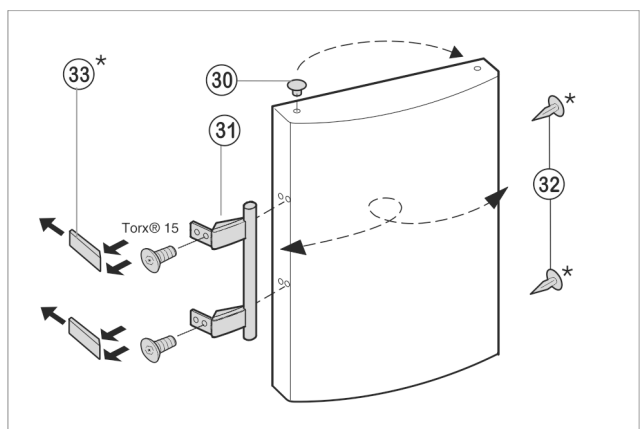

Fig. 10
- ▶ Витягніть пробки Fig. 10 (30) із втулок на дверцятах і переставте їх.
- ▶ Зніміть ручки дверцят Fig. 10 (31), пробки Fig. 10 (32) та пластини Fig. 10 (33) і переставте на протилежний бік.